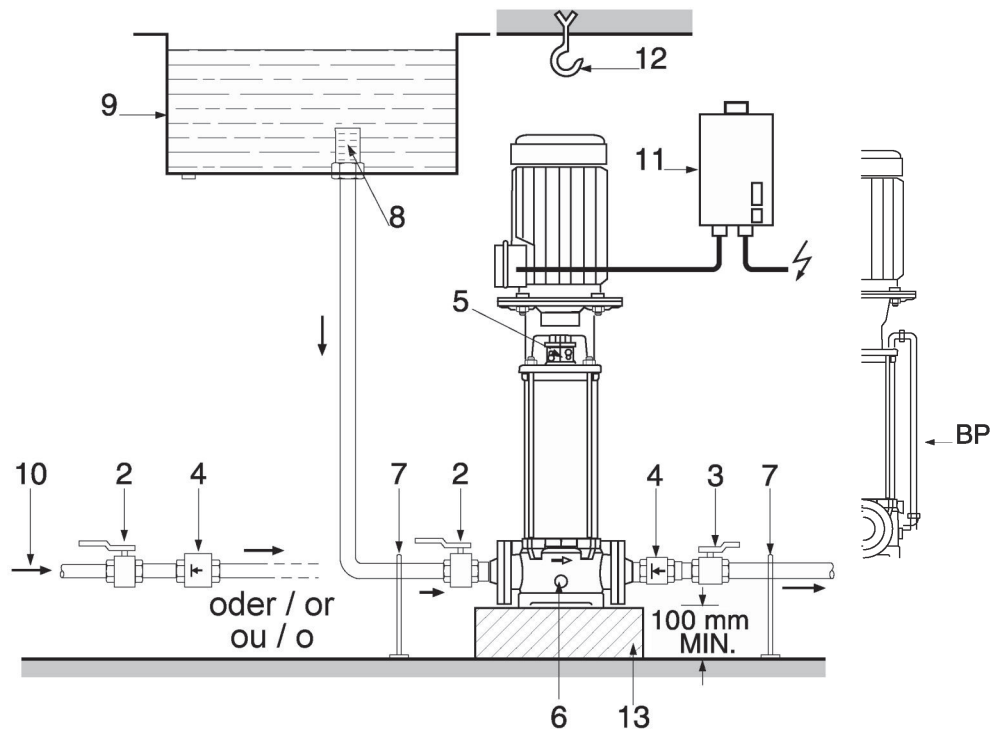

Fig. 2
- Instalați pompa într-un loc ușor accesibil pentru a ușura verificarea și demontarea. Întotdeauna instalați pompa exact perpendicular pe o fundație de beton suficient de grea (Fig. 2, 3). Fixați un absorbant de vibrații între placa de bază și pardoseală.
- În cazul pompelor grele echipați un cârlig (Fig.2, poziția 12) sau o ureche cu o capacitate de preluare a încărcăturii corespunzătoare (greutatea totală a pompei: vezi catalogul/fișa de date) vertical deasupra pompei, la care poate fi atașat un vinci sau un dispozitiv similar când se întreține sau se repară pompa. Asigurați o înălțime liberă când este gata de minimum 200 mm.
- Fixați conductele de adsorbție și refulare fără să le strângeți prea tare. Instalați dedesubt îmbinările de expansiune de o lungime restricționată pentru a absorbi vibrațiile. Conductele trebuie atașate în așa fel (Fig.2, 7) ca pompa să nu suporte greutatea conductelor.
- Mecanismele de izolare (Fig. 2, 2 și 3) trebuie în principiu să fie instalate în fața și în spatele pompei pentru a evita golirea și reumplerea întregii instalații când se verifică sau se schimbă pompa.
- În conducta de refulare trebuie montată o clapetă de reținere (Fig. 2, 4).
- Pentru presiuni diferențiale > 6 bar, clapeta de reținere (Fig.2, poziția 4) trebuie montată în conducta de aspirație. Nu este necesară în conducta de refulare.
- Pentru mediile de pompare gazoase sau fierbinți trebuie montat un by-pass la pompă (Fig. 2, poziția BP), (accesoriu).